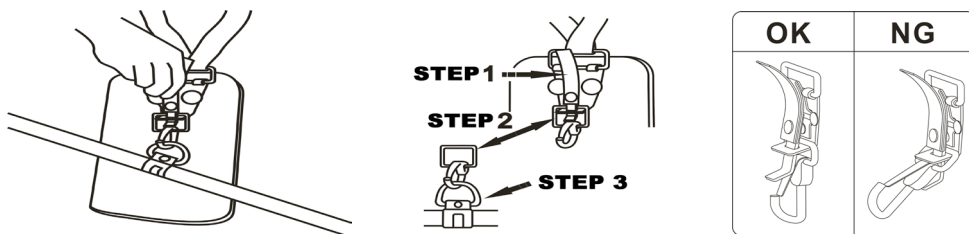

Fig. 7
- Pour reconnecter le harnais à la débroussailleuse, réajustez la poignée en la tirant et en la reconnectant à son anneau. Fig. 7